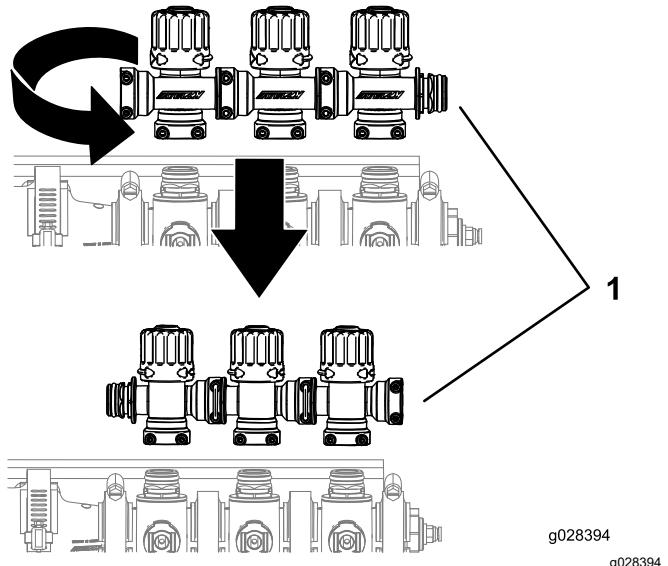

Figura 11
5. Ruotate il gruppo delle valvole di bypass della barra di 180 gradi come illustrato nella Figura 11.